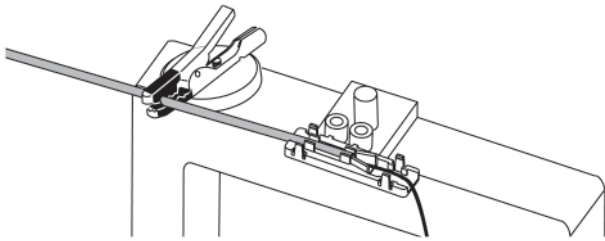

Figura 11
6.8 Posicione o cordão de modo a que a sua extremidade fique dentro das abas de agarrar da parte inferior do BTF (Figura 11).